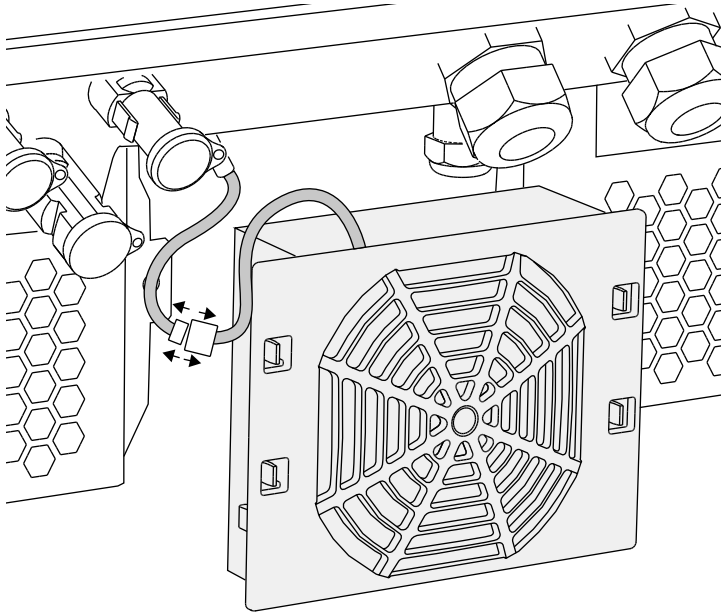

Fig. 71: Retirar el cable del ventilador
4. Extraer la unidad del ventilador completamente de la carcasa. Para ello, separar la conexión de enchufe del cable del ventilador.  **Fig. 71**